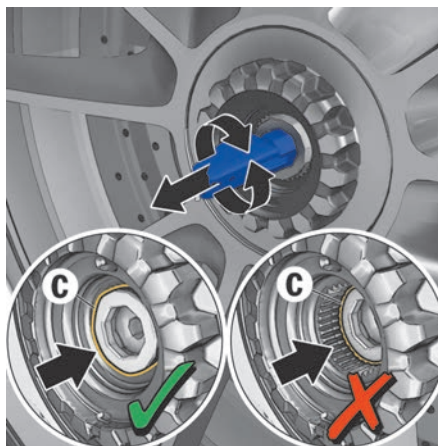

Fig. 145 : Boulon de verrouillage
4. Effectuez les opérations permettant d'enclencher le boulon de verrouillage et de mettre en place le cache-moyeu (tenez compte des fig. 145 à la page 210 et fig. 146 à la page 210).